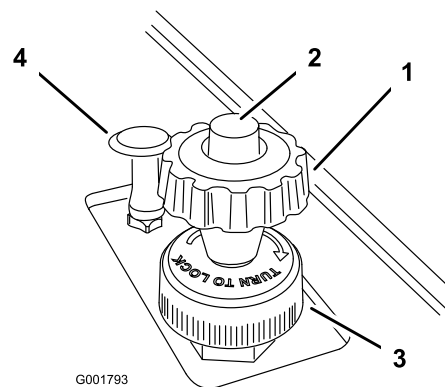

Figura 23
2. Carregue no botão na parte superior do manípulo limitador de velocidade, e puxe-o para cima até sentir que toca no pedal do acelerador. Depois solte o botão (Figura 23).
4. Depois de ajustado, pode manter esta definição ao rodar o anel de bloqueio, na base do limitador de velocidade, no sentido dos ponteiros do relógio até parar (Figura 23). Para libertar o bloqueio, rode o anel de bloqueio no sentido contrário dos ponteiros do relógio até ficar solto.